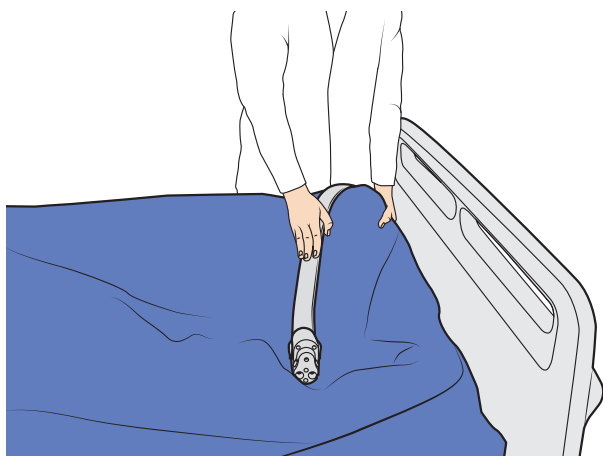

Figura 58
3. Coloque o conjunto de tubos sobre o colchão Auralis em paralelo com o lado dos pés. Consulte a Figura 58